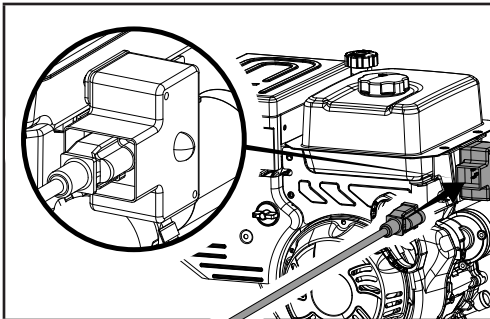

Figure 9D
7. Pour un démarrage électrique, vous pouvez également brancher le cordon électrique fourni dans le démarreur. Appuyez sur le bouton du démarreur électrique et assurez-vous que la tension d'alimentation principale est 120 V~ 60 Hz (figure 9D).